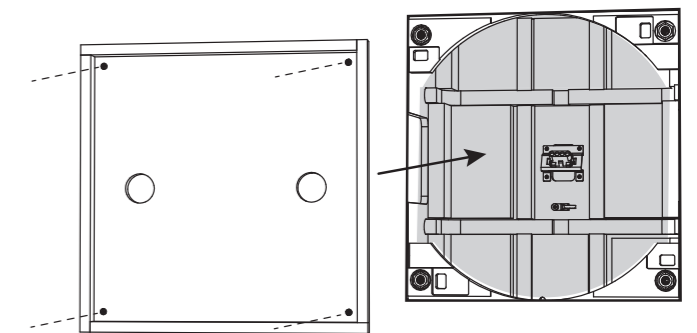

Fig. 5. Drywall Removed from the Aperture, and Cover Installed
2. Schneiden Sie nach der Installation der Trockenbauwand das Loch in der Trockenbauwand vorsichtig mit einem geeigneten Handwerkzeug aus, wobei Sie die rechteckige Öffnung der hinteren Dose als Richtlinie verwenden (Abb. 5). Achten Sie darauf, dass Sie die Lautsprecherkabel oder das Holz der hinteren Dose nicht abschneiden. Stellen Sie sicher, dass die Trockenbauöffnung nicht größer ist als die Öffnung der hinteren Dose. Entfernen Sie Staub oder Schmutz von der hinteren Dose.